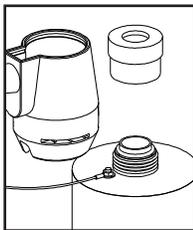

FIGURE 3B
f) Réassembler la gaine de quartz dans la chambre d'irradiation UV; veiller à ce que la gaine dépasse de la même distance aux deux extrémités de la chambre (Figure 3B).